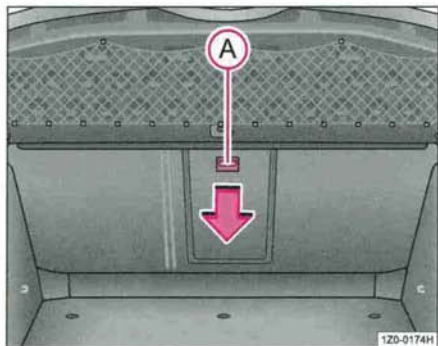
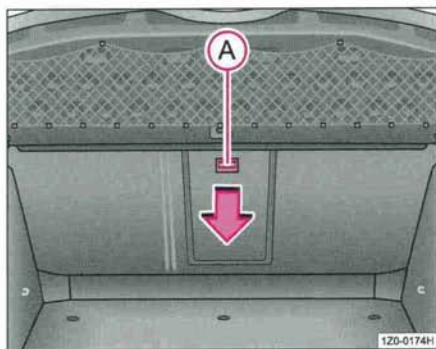

Fig. 111 Coffre à
Fig. 112 Coffre à bagages: Touche de déverrouillage
- Poussez la touche de déverrouillage (A) vers le bas ⇒ fig. 111 et rabattez le couvercle (avec l'accoudoir) vers l'avant.
- Poussez la touche de déverrouillage (A) vers le bas ⇒ fig. 112 et rabattez le couvercle (avec l'accoudoir) vers l'avant ⇒ page 118, fig. 111.
- Remontez le couvercle et l'accoudoir à fond - on doit entendre le déclic du couvercle qui se ferme. La zone rouge au-dessus de la touche de déverrouillage (A) ne doit alors plus être visible depuis le coffre à bagages ⇒ fig. 112.